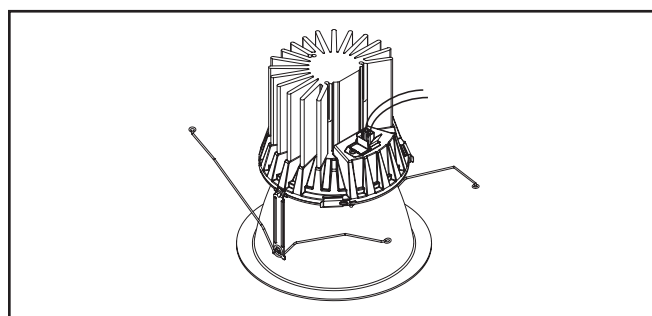

Figure 8.
- Branchez la fiche à débranchement rapide du luminaire sur le module (Figure 8).